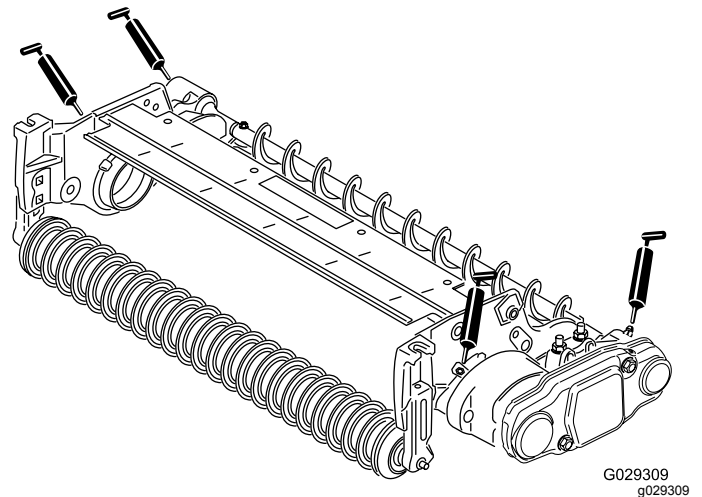

Figure 19
26. Lubrifiez les graisseurs de chaque logement de roulement de la brosse de rouleau et du reste de l'unité de coupe avec de la graisse au lithium n° 2. (Figure 19).